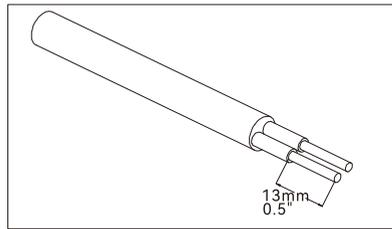

Figura 3
- Corte os fios condutores 0,5" (13 mm) de comprimento (Figura 3).